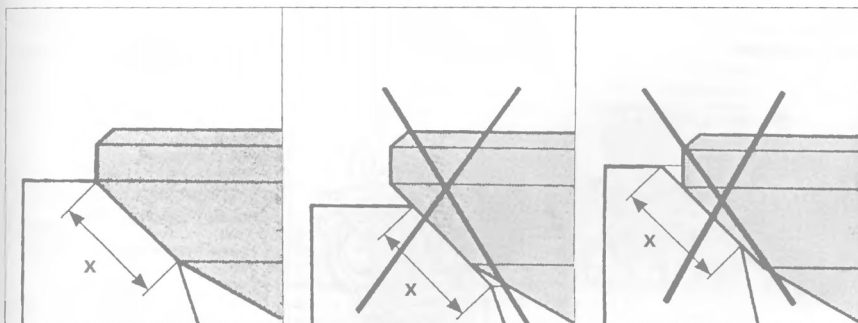

Рис. 2.45
**Внимание!** Проверьте правильность прилегания клапана к его седлу (рис. 2.45).